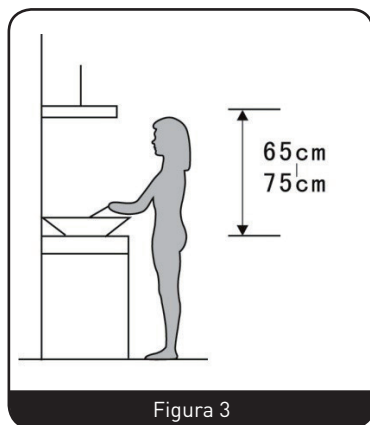

Figura 3
- C. Para garantizar su óptima eficacia de funcionamiento, la campana extractora deberá instalarse a una altura de entre 65 y 75 cm por encima de la superficie de la hornilla o placa de cocción. (Figura 3)